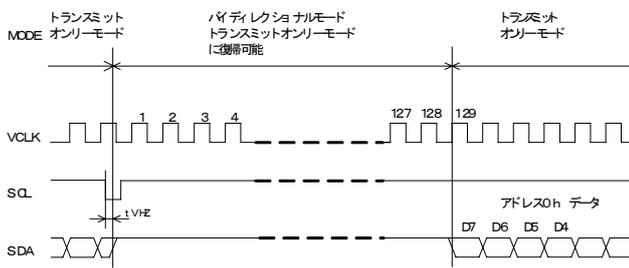

Figure 6. リカバリー機能
- ・SCL の HIGH から LOW の入力後、VCLK にクロック入力があればそれをカウントします。バイディレクショナルモードのコマンドが入力される前に、VCLK のクロック入力のカウント数が 128 になると、トランスミットオンリーモードに復帰します（リカバリー機能）。VCLK のカウントは、SCL が HIGH から LOW になるとリセットされます。トランスミットオンリーモード復帰後は、VCLK のカウント開始から 129 クロックの立ち上がりより、データ出力を開始します。この時のデータのアドレスは 00h から出力されます。（Figure 6. リカバリー機能 を参照ください）